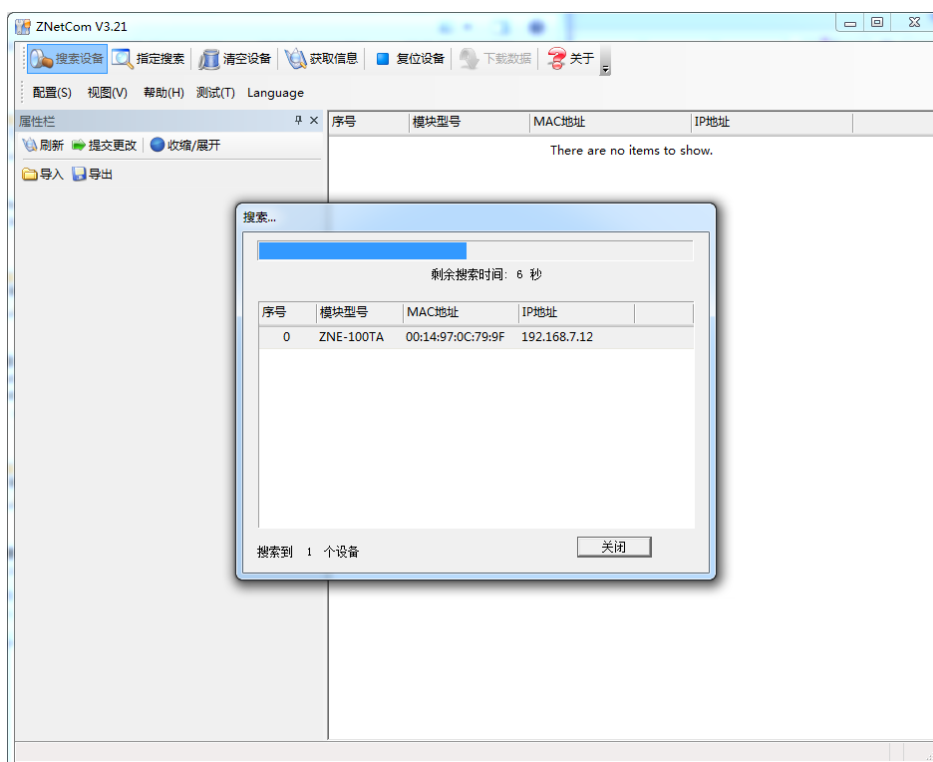

图 0.2 ZNetCom 软件搜索设备
4. 点击  出现如图 0.2 所示界面，可以获知模块 IP 地址。